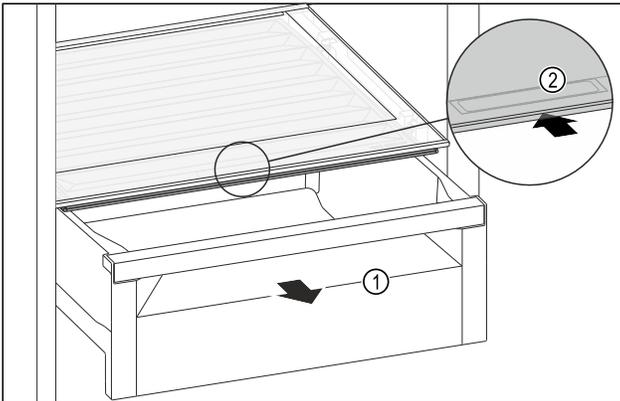

Fig. 86
- ▶ Schubfach Fig. 86 (1) herausziehen.
- ▶ Griffmulde Fig. 86 (2) am Fachdeckel anfassen und Fachdeckel gleichzeitig nach hinten schieben.